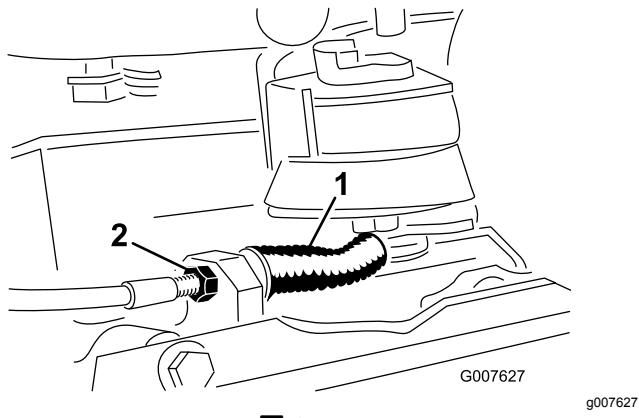

図 35
- ケーブルの張りをゆるくするには、ケーブルの前ジャムナットをゆるめて後ジャムナットを締める図 35。必要に応じて上記ステップ 1 と 2 を繰り返して再調整する。
- ケーブルの張りを強くするには、後ジャムナットをゆるめて前ジャムナットを締める図 35。必要に応じて上記ステップ 1 と 2 を繰り返して再調整する。